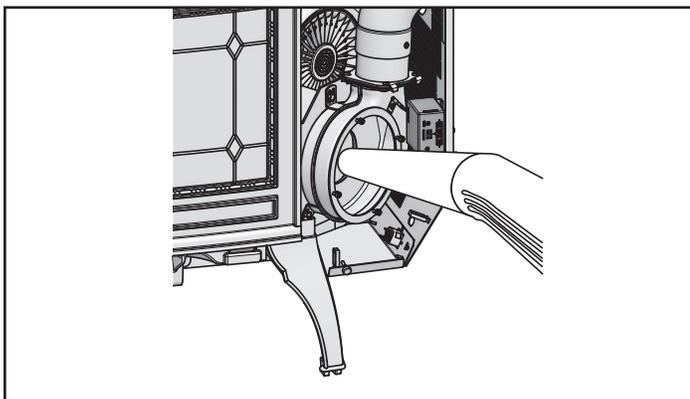

Figure 20.1
- d. Passez l'aspirateur dans le chemin d'échappement et le boîtier (**Figure 20.1**).